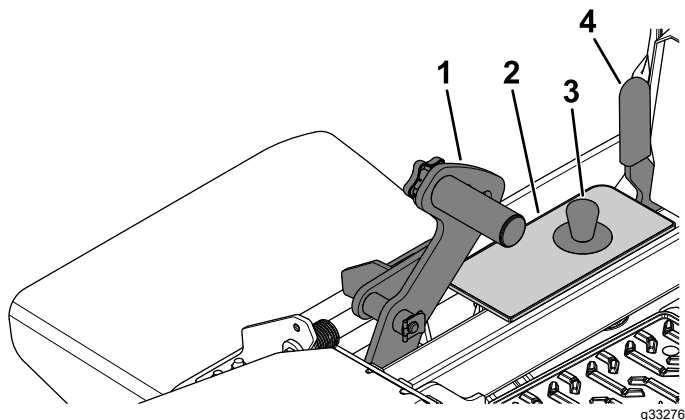

Figure 30
1. Presione el pedal de elevación de la carcasa hacia adelante del todo para bloquear la carcasa de corte en la posición de TRANSPORTE (que es también la posición de altura de corte de 140 mm (5½")), como se muestra en la Figure 30.
2. Para ajustar la altura de corte, retire el pasador del soporte de altura de corte (Figure 30).
3. Seleccione el orificio del soporte de altura de corte que corresponde a la altura de corte deseada, e inserte el pasador (Figure 30).